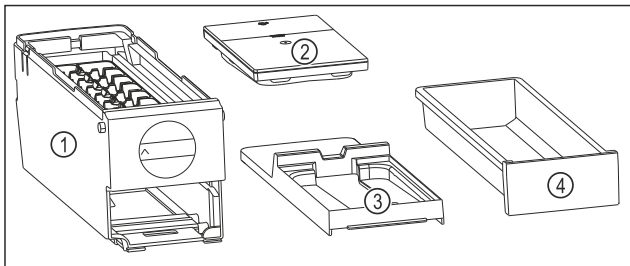

Fig. 138 Komponenter i EasyTwist-Ice
- ▷ EasyTwist-Ice er delt inn i fire deler. (se Fig. 138)
- ▶ Demonter kun delene til EasyTwist-Ice som er angitt på bildet. (se Fig. 138)
- ▶ Hoveddelen til EasyTwist-Ice Fig. 138 (1) rengjøres som en del.